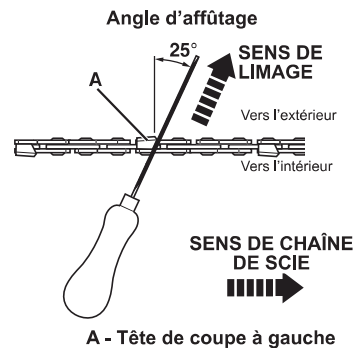

Fig. 18
3. Limez à un angle perpendiculaire au guide-chaîne, et à un angle de 25° en relation à la direction du déplacement (Fig. 18).
4. Placez la chaîne de scie autour du pignon (Fig. 21) tout en alignant la fente dans le guide-chaîne avec le boulon interne à la base de la scie et le goujon de tension de la chaîne dans l'orifice du guide-chaîne (Fig. 18). Il se peut que le goujon de tension de la chaîne doive se faire ajuster afin de bien s'aligner avec l'orifice dans le guide-chaîne. Utilisez la roue tendeuse de la chaîne pour ajuster son emplacement jusqu'à ce qu'il s'emboîte dans le guide-chaîne.